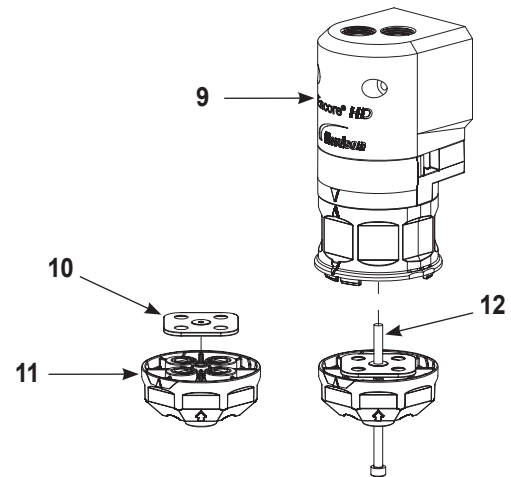

Abbildung 23 Zusammensetzen von Dichtung und unterem Y-Block
**HINWEIS:** Nach jedem Zerlegen der Pumpe muss die Dichtung am Y-Block (Position 10 in Abbildung 23) ersetzt werden.
3. Siehe Abbildung 23. Die Dichtung (10) auf dem unteren Y-Block (11) anbringen, anschließend die lange Schraube (12) durch den unteren Y-Block in das Schlauchquetschventilgehäuse, den oberen Y-Block und den Spülverteilerblock schrauben. Die Schraube mit 2,8–3,4 N•m (25–30 in.-lb) festziehen.